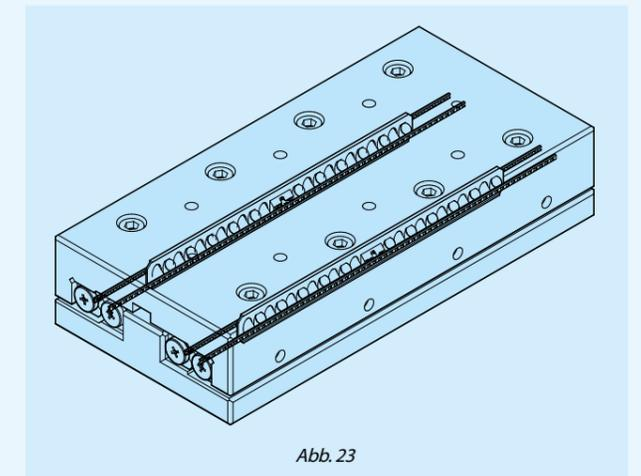

Abb. 23
- Den Tisch vorsichtig über die gesamte Hublänge bewegen, um zu prüfen, ob der verwendete Hubbereich korrekt ist und ob die Zylinderrollen an beiden Enden des Käfigs die Abschlusschrauben der Führung berühren. Wenn sie sie berühren, ist das Verfahren erneut durchzuführen. (Siehe Abb. 23)